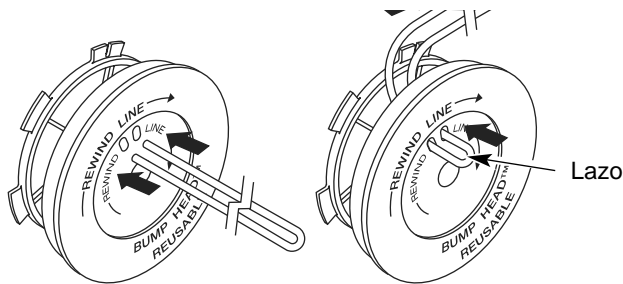

Fig. 16
6. Tome aproximadamente 20 pies (6 m) de nueva l'nea de corte, enl zcela en dos longitudes iguales. Inserte cada extremo de la l'nea a trav s de uno de los dos orificios del carrete interior (Fig. 16). Pase la l'nea a trav s del carrete interior de modo que el lazo sea lo m s peque o posible.